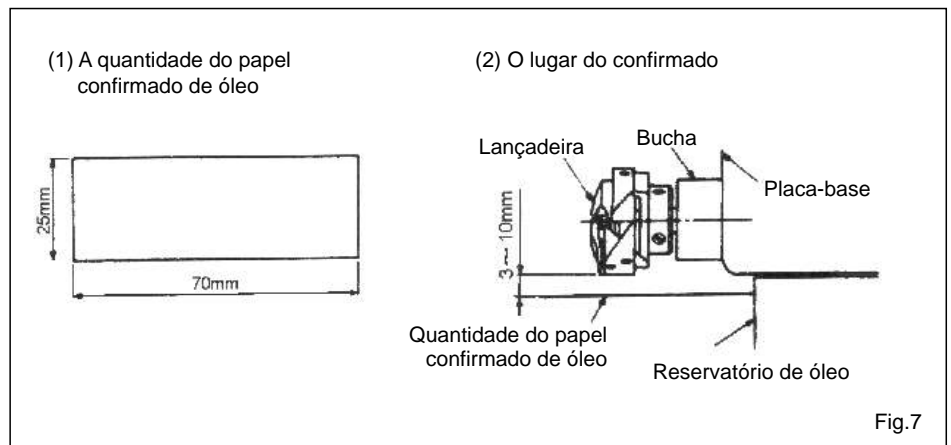

Fig.7
2. A quantidade do papel confirmado de óleo deverá ser inserida no estado quando a máquina estiver operando (Fig.7).